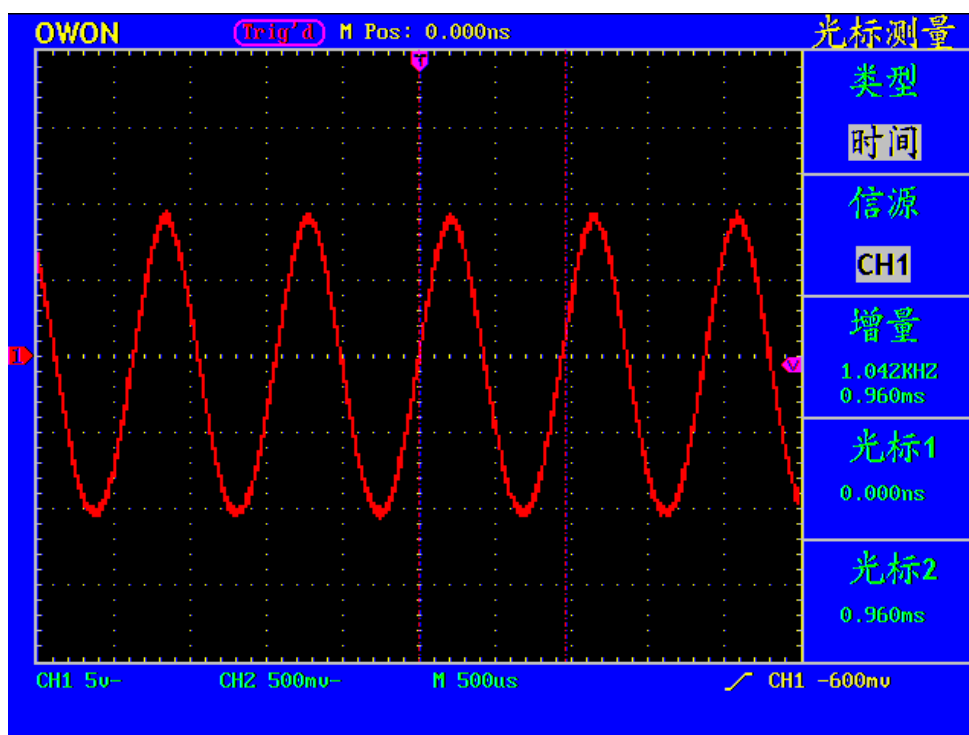

图 53: 时间光标测量波形
- 4、根据被测波形调整光标1、光标2的位置，增量窗口显示光标1和光标2之间的周期和频率。光标1窗口显示光标1当前的位置，光标2窗口显示光标2当前的位置。见图53：